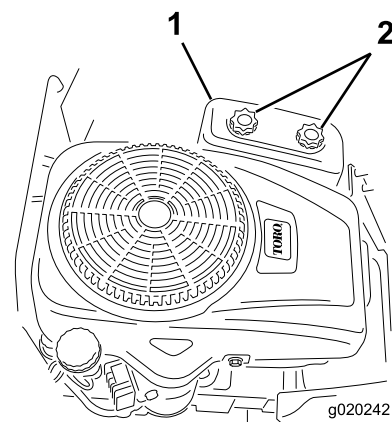

Bild 31
4. Schrauben Sie die zwei Handräder ab, um die Luftfilterabdeckung abzunehmen (Bild 31).
3. Setzen Sie die Luftfilterabdeckung auf und ziehen Sie die zwei Handräder an (Bild 31).